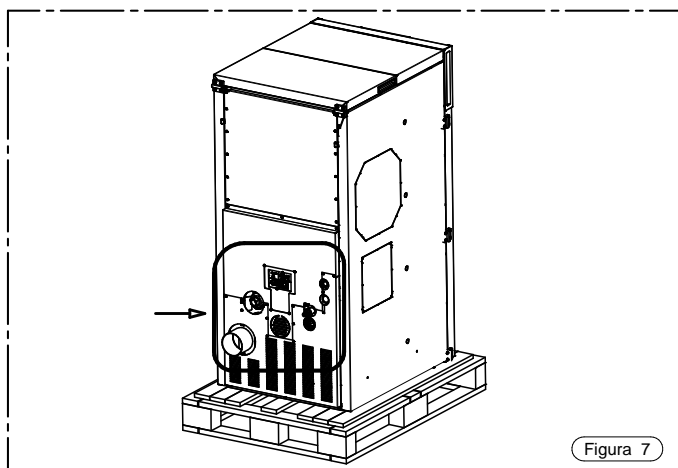

Figura 7
- Alzare leggermente la caldaia ed inserire un carrello adeguato (vedi Figura 6,7 e 8): durante quest'operazione avere molta accortezza a non danneggiare i rivestimenti e le parti sporgenti della caldaia come evidenziato nella Figura 7.